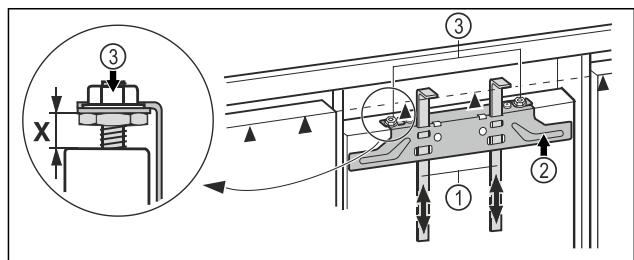

Fig. 42
- Montagehilfen Fig. 42 (1) auf Möbeltürhöhe hochschieben. Untere Anschlagskante ▲ der Montagehilfe = Oberkante der zu montierenden Möbeltür.
- Befestigungstraverse Fig. 42 (2) über die Kontermuttern Fig. 42 (3) abschrauben.